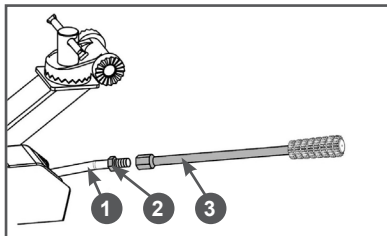

Рис. 13 Установка рычага переключения передач
- Установите рычаг переключения передач. Прикрутите рычаг 3 переключения передач к основанию 1 рычага до упора, после чего зафиксируйте рычаг с помощью контргайки 2 (Рис. 13).